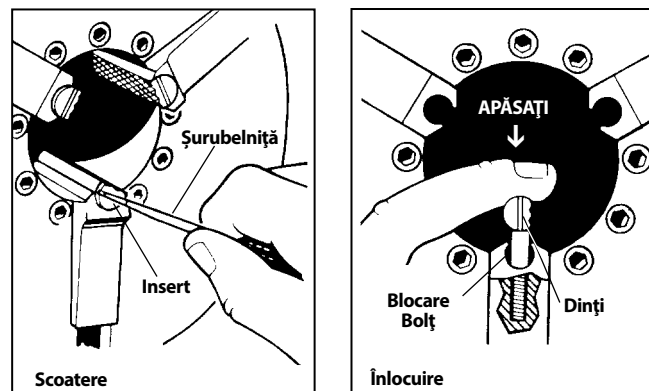

Figura 31 – Înlocuirea inserturilor fălcilor
1. Introduceți o șurubelniță în fanta insertului și o răsuciți 90 grade în orice direcție. Îndepărtați insertul (Figura 31).
2. Introduceți insertul lateral pe știftul de blocare și apăsați în jos cât mai mult posibil (Figura 31).